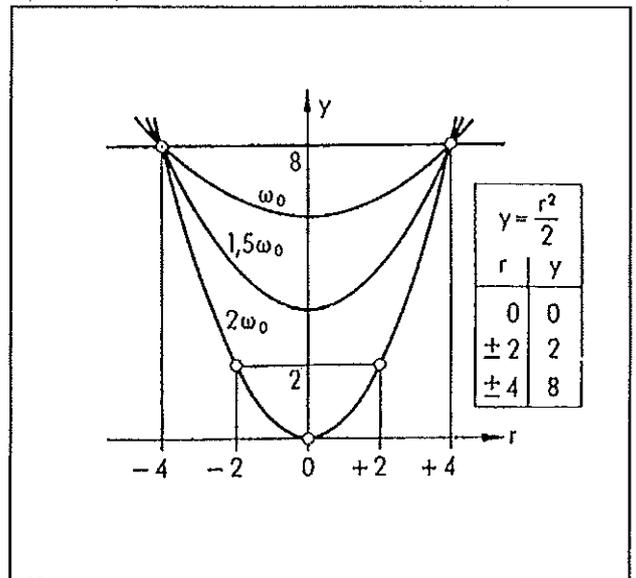

Fig. 3: plaque de Plexiglas sur feuille transparente 1
Avec $b=4\sqrt{3}$ cm, les dimensions de la cuvette ont été choisies de telle sorte que r_0 mesure 4 cm (cf. feuille transparente 1, fig. 3)
5.1 Plaque de Plexiglas sur feuille transparente 1 (fig. 3)